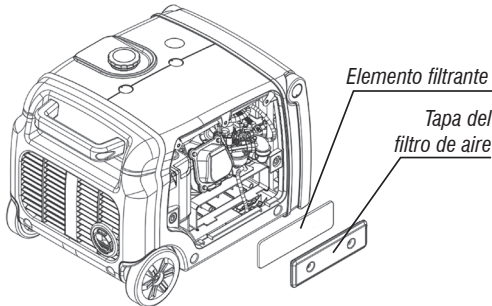

Fig. 24 – Limpieza del elemento filtrante
2. Suelte los tornillos de la tapa del filtro de aire y retire la tapa (fig. 24);